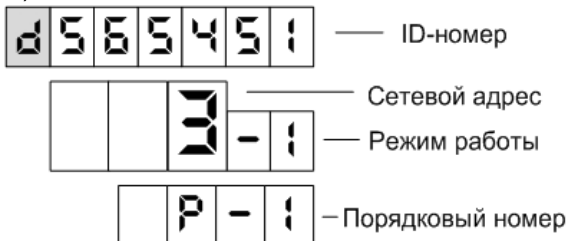

Рисунок 3
– отображение сетевого адреса, режима работы и ID-номер ру-кава (рисунок 3);